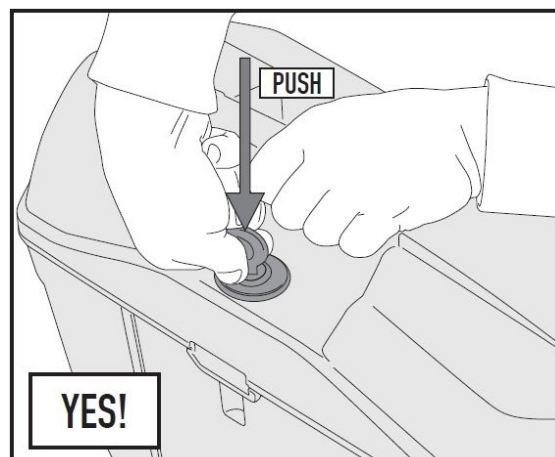

図 A2
- 片方の手で①/②ケースをしっかりと支え持ち、もう片方の手で③キーを持ち、そのまま③キーを下に押し込み、ステー上側のアタッチメントと①/②ケースの勘合を外します。(図 A2 参照)